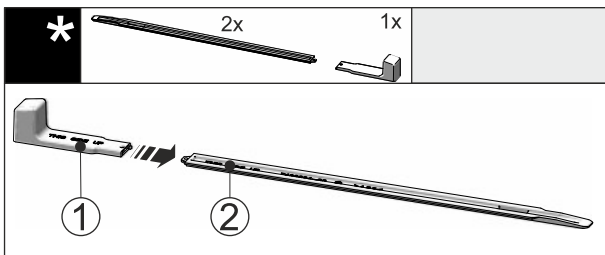

Fig. 46
- ▶ Montagegriff Fig. 46 (1) an die Nivellierschiene Fig. 46 (2) stecken.